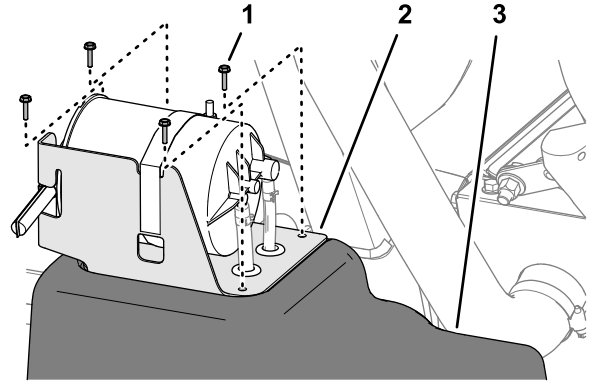

Figura 83
2. En el depósito de combustible, retire los 4 tornillos (N.º 10 x 3/4") que sujetan el soporte del cartucho de carbón a la parte superior del depósito de combustible (Figura 83).